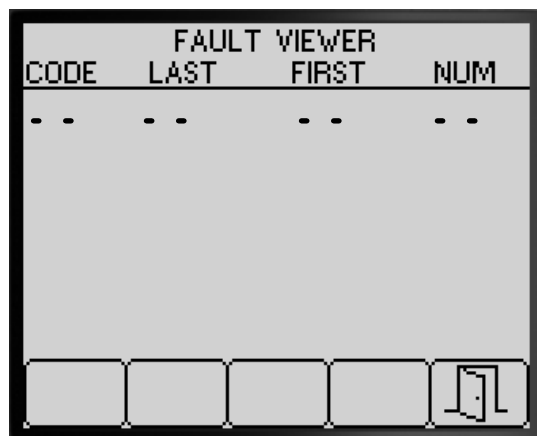

Figura 87
3. Reveja o visualizador de falhas relativo às falhas geradas pelo sistema do pulverizador (Figura 87).
4. Prima o botão 5 para sair do ecrã VISUALIZADOR DE FALHAS e voltar ao ecrã DIAGNÓSTICO (Figura 87).
4. Prima o botão 5 para sair do ecrã ACERCA e voltar ao ecrã DIAGNÓSTICO (Figura 87).